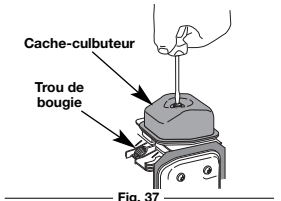

Fig. 37
- Nettoyez toute saleté autour du cache-culbuteur. Retirez la vis retenant le cache-culbuteur à l'aide d'un tournevis à lame plate large ou à mèche no. T-25 Torx (Fig. 37). Enlevez le cache-culbuteur et le joint.
- Le piston est au sommet de sa course lorsqu'on regarde par le trou de la bougie (Fig. 37)